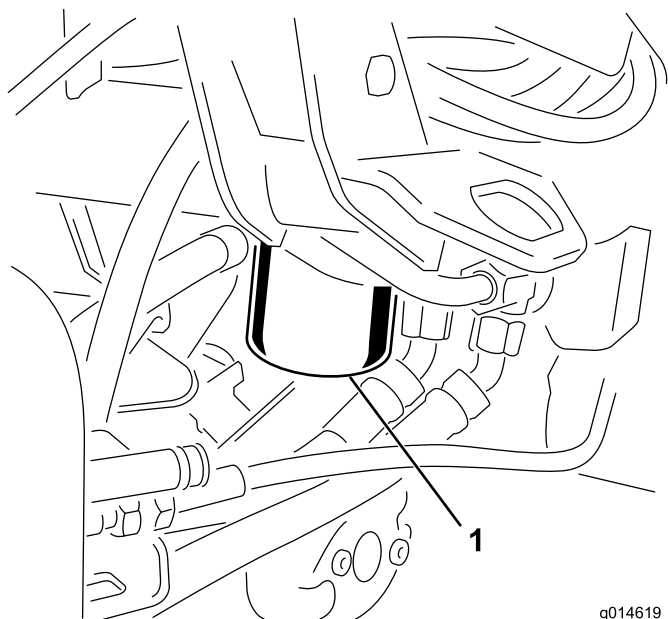

Bild 52
1. Reinigen Sie den Anbaubereich des Filters (Bild 52). Stellen Sie ein Auffanggefäß unter den Filter und entfernen den Filter.